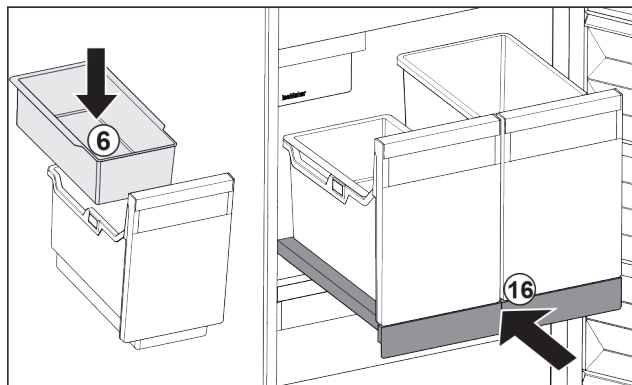

Fig. 111
- ▶ Sätt in det hängande facket Fig. 111 (6) för istärningar.
- ▶ Skjut in utdragshyllan med behållare (IceTower). Fig. 111 (16)